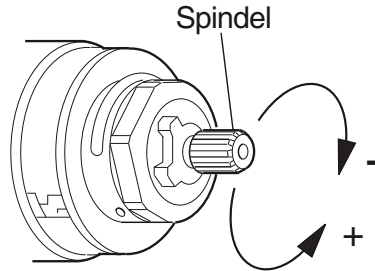

Abbildung 3
3. Drehen Sie die Spindel, bis am Auslauf die gewünschte Mischtemperatur erreicht ist (siehe Abbildung 3 auf Seite 14).